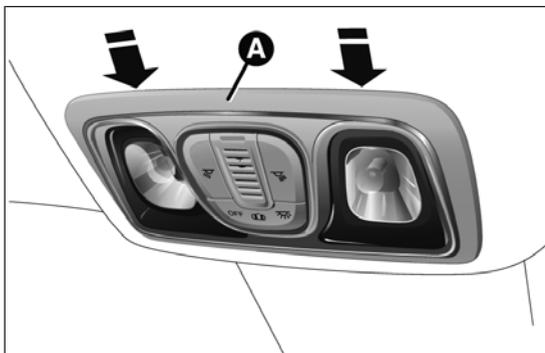

fig. 187
- enlever le plafonnier A fig. 187 en agissant sur les points indiqués par les flèches ;
- fixer le plafonnier A fig. 187 dans son logement en s'assurant qu'il est correctement bloqué.